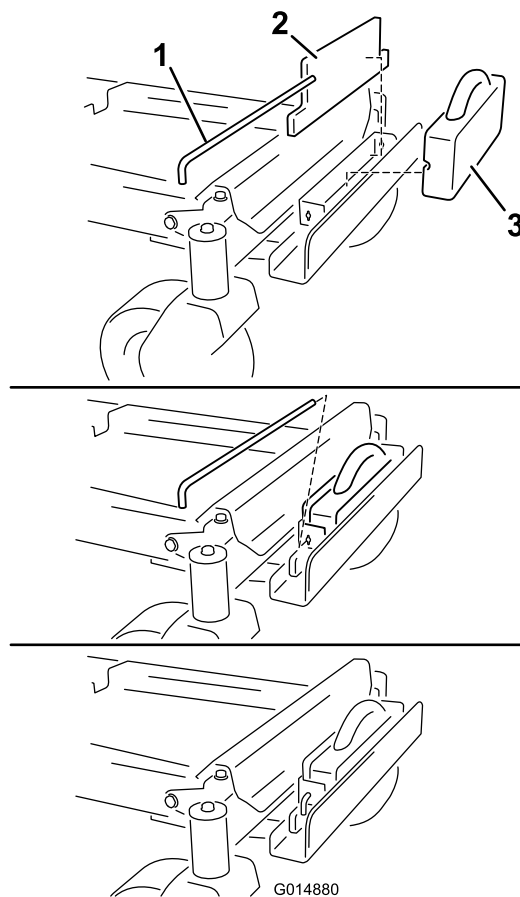

Figura 9
8. Instalai o greutate plată pe suportul de greutate și mutai-o spre spate, la nivel cu suportul (**Figura 9**).
9. Instalai o greutate cu mâner în fața greutății plate (**Figura 9**).
10. Fixai greutatea pe suportul de greutate cu o bară transversală cu cheie (**Figura 9**). Instalai bara și rotește-o cu 90 de grade în jos pentru a o bloca în poziție.